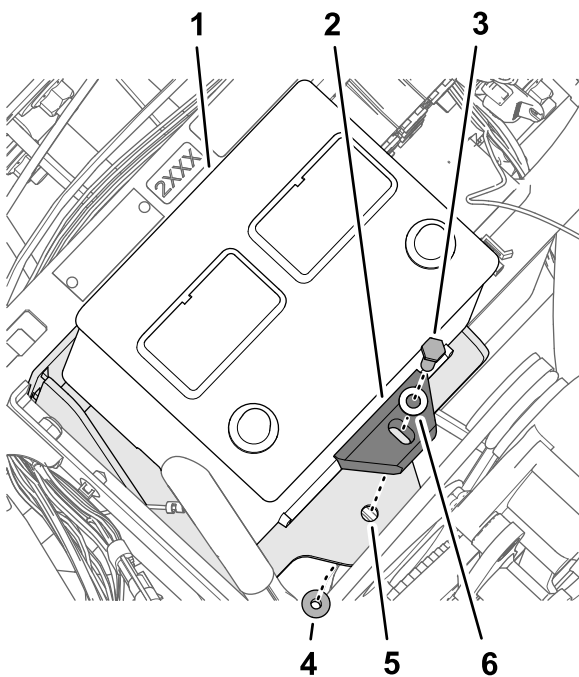

Figura 215
5. Monte la batería en el soporte de la batería con el perno ($\frac{5}{16}$ " x $1\frac{3}{4}$ "), la arandela ($\frac{5}{16}$ "), la pletina de sujeción y la contratuerca con arandela prensada ($\frac{5}{16}$ "), como se muestra en la Figura 215.